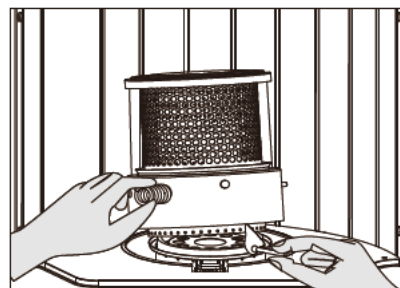

Fig.6
3. Til de kous op en open de draadnetbeschermer. Verwijder de schoorsteen op een manier zoals aangegeven in fig.6. Onsteek dan de kous met een lucifer.